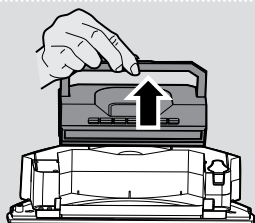
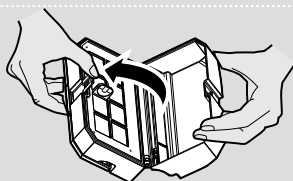
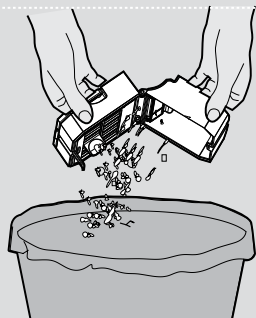
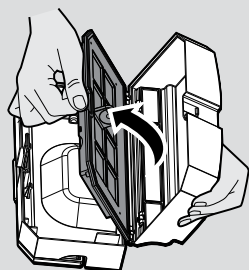

Fig. 10
Fig. 11
Fig. 12
Fig. 13
2. Hev støvbeholderen opp med håndtaket, [Fig. 10]. Lukk opp støvbeholderen der det er angitt, ved å løsne klipset, [Fig. 11] Tøm støvbeholderen over en søppelbøtte. [Fig. 12]
2. Ta av støvbeholderen og tøm den. [Fig. 10,11,12] Åpne støvbeholderen, ta EPA-filteret ut av filtergitteret og rengjør dem separat. Monter i omvendt rekkefølge, og pass på at filteret monteres riktig. [Fig. 13,14]